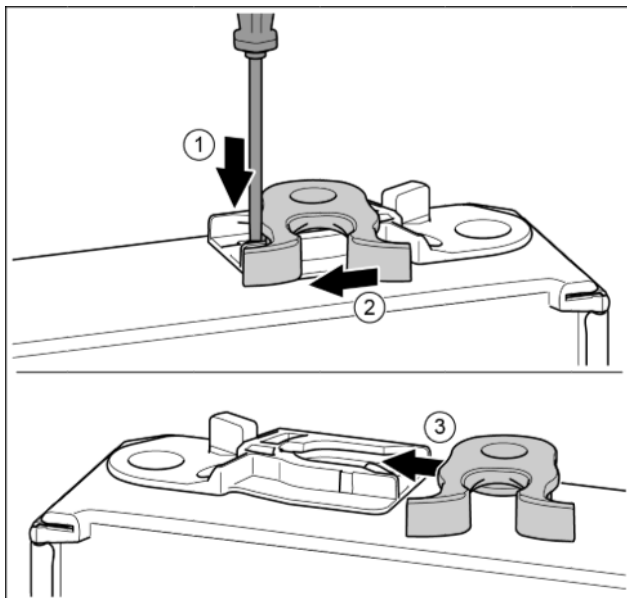

Fig. 15
- ▶ За допомогою шліцевої викрутки притисніть униз накладку. Fig. 15 (1)
- ▶ Витягніть із напрямної запірний гачок. Fig. 15 (2)
- ▶ Вставте запірний гачок у напрямну з іншого боку. Fig. 15 (3)